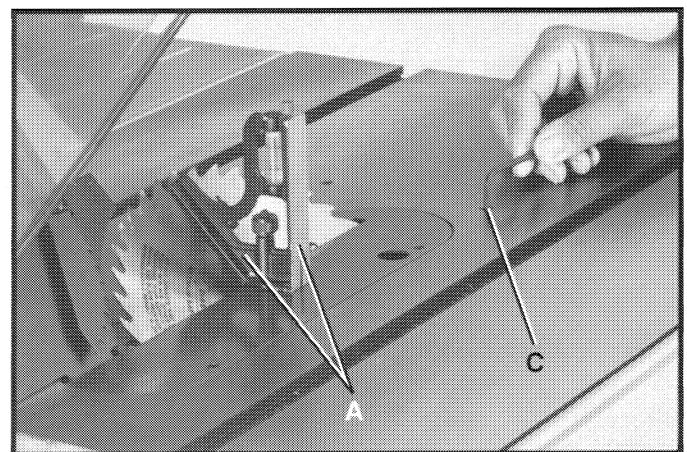

Fig. 69
7. Gire el volante de mano de inclinación de la hoja en el sentido de las manecillas del reloj hasta donde se pueda, y con una escuadra de combinación (A) Fig. 69 revise si la hoja se encuentra a 45 grados de la mesa.
8. Si la hoja no se encuentra a 45 grados a la mesa, afloje el tornillo de fijación (C) Fig. 69 y gire el volante de mano de inclinación de hoja hasta que esté seguro que la hoja está a 45 grados de la mesa. Apriete entonces el tornillo de fijación (C) en el sentido de las manecillas del reloj hasta tocar el fondo.